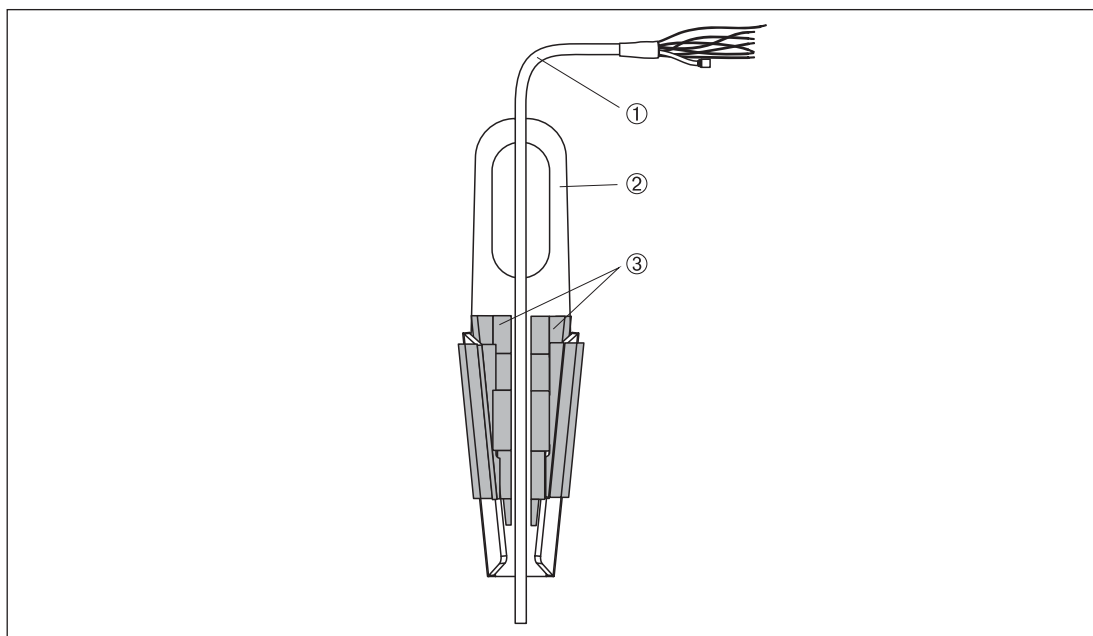

Рис. 16. Монтаж с крепежным зажимом
2. Поднимите зажимные губки (поз. 3). Разместите тросовый удлинитель (поз. 1) между зажимными губками, как показано на рис. 16.